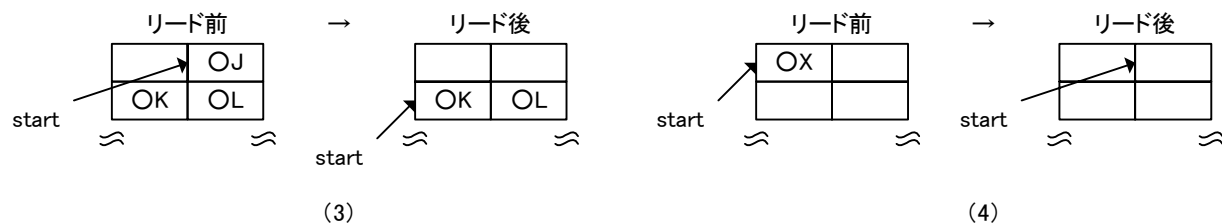

Figure A2.6.25 FIFO リード処理（注意が必要な動作）
Figure A2.6.25 の (3) はバイト境界がある状態から、FIFO_Rd_0,1 レジスタを用いてワード読み出しを行った場合の動作です。High 側には不定のデータが出力され、Low 側にデータ J が出力されます。リードのポインタは 1 バイト分のみ進みます。Figure A2.6.25 の (4) はバイト境界が無いが残りデータが 1 バイトの状態から、FIFO_Rd_0,1 レジスタを用いてワード読み出しを行った場合の動作です。High 側にはデータ X が出力され、Low 側には不定データが出力されます。リードのポインタは 1 バイト分のみ進みます。